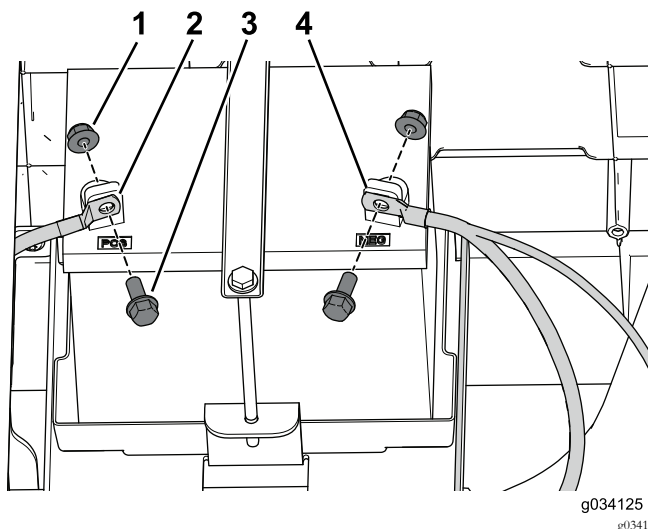

Figure 48
- Fixez le câble positif (+) à la borne de la batterie à l'aide du boulon et de l'écrou (Figure 48).
- Fixez le câble négatif (-) à la borne de la batterie à l'aide du boulon et de l'écrou (Figure 48).